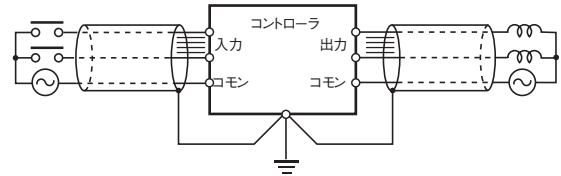

図14. シールドケーブルの接地
- ② コントローラを収納した盤は電氣的に他の機器と絶縁して設置する。これは他の電気機器からの漏えい電流による影響を防止するためです。
- ③ 高周波設備がある時は、高周波設備を接地するとともに、コントローラを収納した盤自体も確実に接地してください。
- ④ シールドケーブルを用いて入出力を配線する場合のシールド導体の接地は、図14に示すようにコントローラ側に近いシールド導体を筐体接地端子に接続する。なお、通信ケーブルについては、その通信ユニットのマニュアルのシールド処理を守ってください。